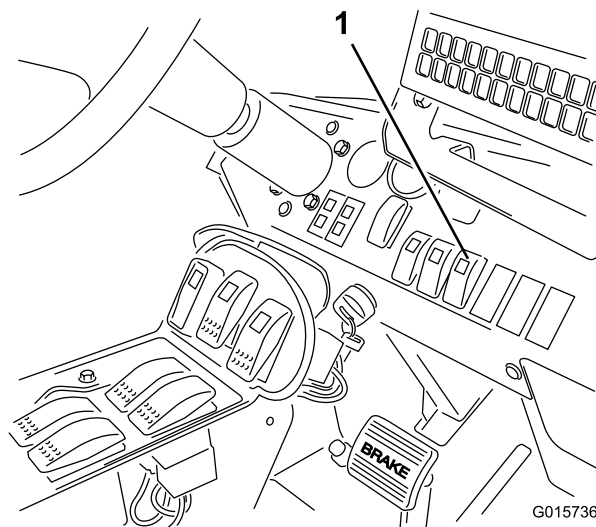

図 24
4. ダッシュボード上にあるソニックブームのスイッチを Auto にセットする（図 24）。